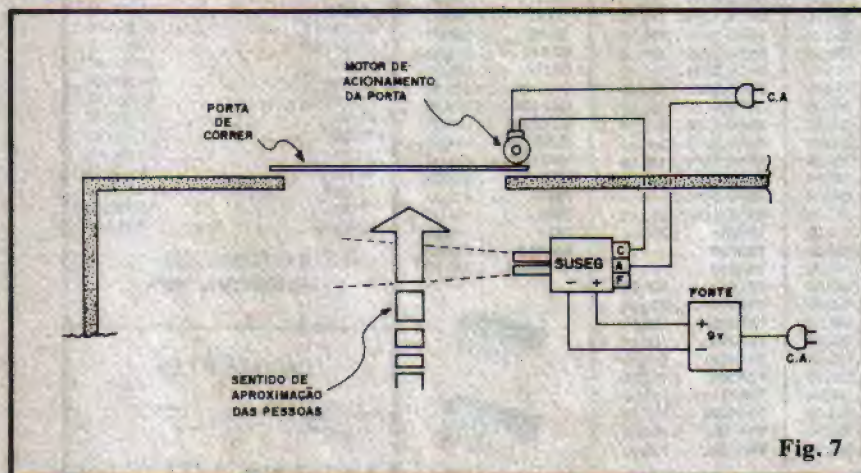

Fig. 7
-FIG. 7 - Numa aplicação mais sofisticada, o SUSEG poderá ser usado para comandar a abertura automática de uma porta acionada por motor. Nesse caso, o bom funcionamento do sistema vai